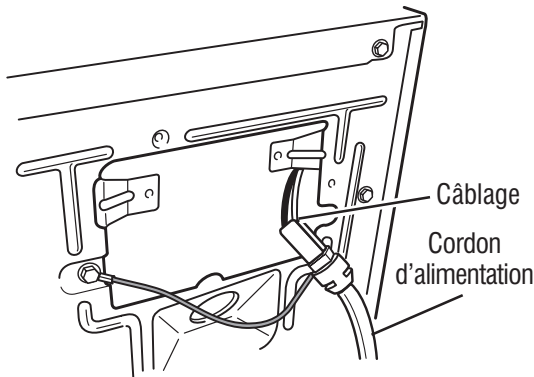
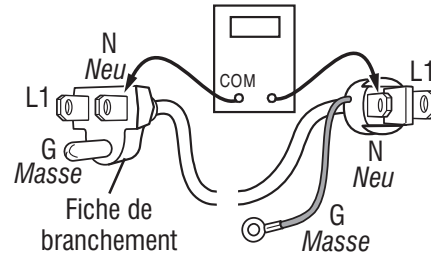

Figure 14 - Raccordement entre cordon d'alimentation et câblage pour une sécheuse à gaz.
Figure 15 - Bornes du cordon d'alimentation électrique, sécheuse à gaz.
3. Vérifier que le cordon d'alimentation est correctement raccordé au câblage de la sécheuse. Voir figure 14.
5. Avec un ohmmètre, vérifier la continuité entre la broche neutre (N) de la fiche de branchement et la broche P8-3 (conducteur blanc) du MCP. La partie gauche de l'illustration à la figure 15 identifie la position de la broche neutre (N) de la fiche de branchement. Voir également figure 11, page 37.
- S'il n'y a pas de continuité, défaire la connexion entre le conducteur blanc du câblage principal et le cordon d'alimentation, à l'emplacement indiqué à la figure 14. Tester la continuité du conducteur neutre du cordon d'alimentation selon les indications de la figure 15. S'il y a un circuit ouvert, remplacer le cordon d'alimentation. Sinon passer à l'étape 6.
- S'il n'y a pas de continuité, contrôler la continuité sur le cordon d'alimentation d'une manière similaire à ce qui est décrit à la figure 15, mais pour le conducteur L1 du cordon d'alimentation.